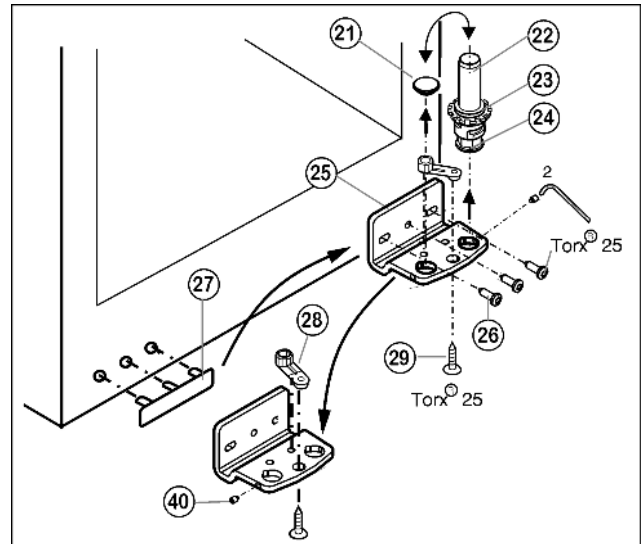

Fig. 6
- ▶ Borgpen Fig. 6 (40) met de meegeleverde inbussleutel ca. 1 omwenteling uitdraaien.
- ▶ Lagerbout Fig. 6 (22) compleet met schijfje Fig. 6 (23) en stelootje Fig. 6 (24) naar boven eruit draaien.
- ▶ Stop Fig. 6 (21) eraf halen.
- ▶ Lagerbus Fig. 6 (25) losschroeven Fig. 6 (26).
- ▶ Borgpen Fig. 6 (40) geheel uitdraaien en aan de tegenoverliggende zijde in de lagerbus draaien, tot de pen op één lijn met de lagerbus ligt.
- ▶ Lagerdeel Fig. 6 (28) losschroeven Fig. 6 (29) en in het tegenoverliggende opnamegat van de lagerbus omzetten en weer vastschroeven.
- ▶ Stop Fig. 6 (21) weer in het andere gat aanbrengen.
- ▶ Afdekking aan de greepzijde Fig. 6 (27) voorzichtig optillen en op de tegenoverliggende zijde plaatsen.
- ▶ Lagerbus Fig. 6 (25) aan de nieuwe scharnierzijde evt. met behulp van een accuschroevendraaier weer **goed (met 4 Nm)** vastschroeven.
- ▶ Lagerbout Fig. 6 (22) compleet met schijfje en stelootje weer aanbrengen.
- ▶ Borgpen Fig. 6 (40) vastdraaien.
- ▶ Plaats de deur van boven op de lagerbout beneden *Fig. 6 (22)*.
- ▶ De deur eventueel via de beide langsgaten in de lagerbus onder *Fig. 6 (25)* ten opzichte van de kast uitlijnen. Daartoe middelste schroef uitdraaien.